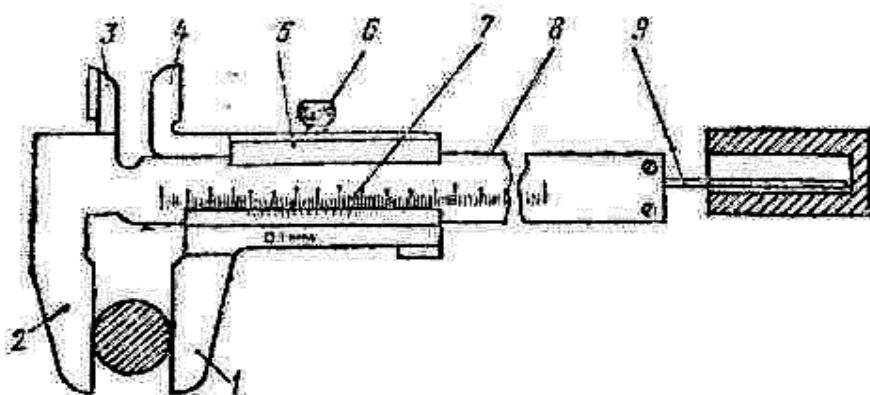

Рис. 1 А—штанга;
4. Ознакомьтесь с устройством штангенциркуля типа ШЦ-I с ценой деления нониуса 0,1 мм (рис. 1). Назвать позиции.
Указать элементы спирального сверла (рис.1).